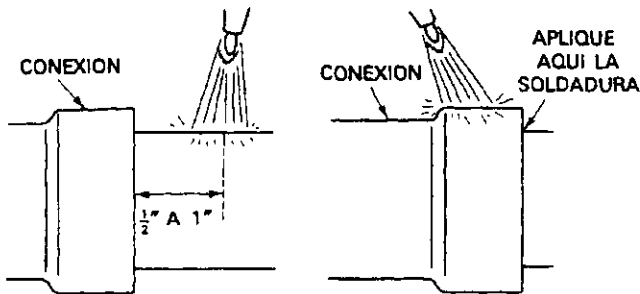

FIGURA R5-31 Latonado de uniones horizontales.
- Inicie el calentamiento del tubo a una distancia de 4" del extremo de la conexión (figura R5-31). Caliente uniformemente alrededor para que el tubo se expanda uniformemente y para hacer llegar el calor, también uniformemente, al extremo interior de la conexión.